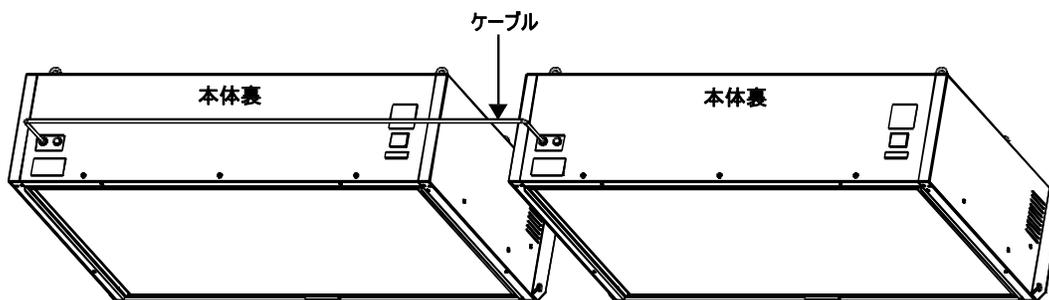

図 12 デュアル式オーバーヘッド光源装置のケーブル接続
9. デュアル式光源装置専用ケーブルを、2つの光源装置の間に接続します。（図 12 参照）